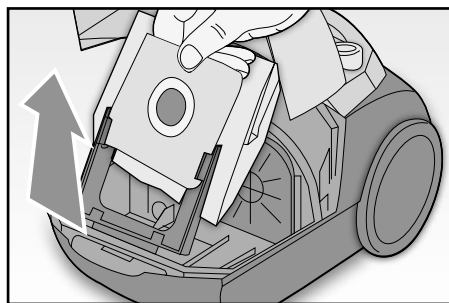

Fig. 8
- Estrarre il sacchetto (FIG. 8), prestando attenzione a non strapparlo, fare scivolare la parte di cartone rigida, nelle apposite guide, e gettarlo nel bidone della spazzatura.
- Rimuovere il sacchetto (FIG. 8).